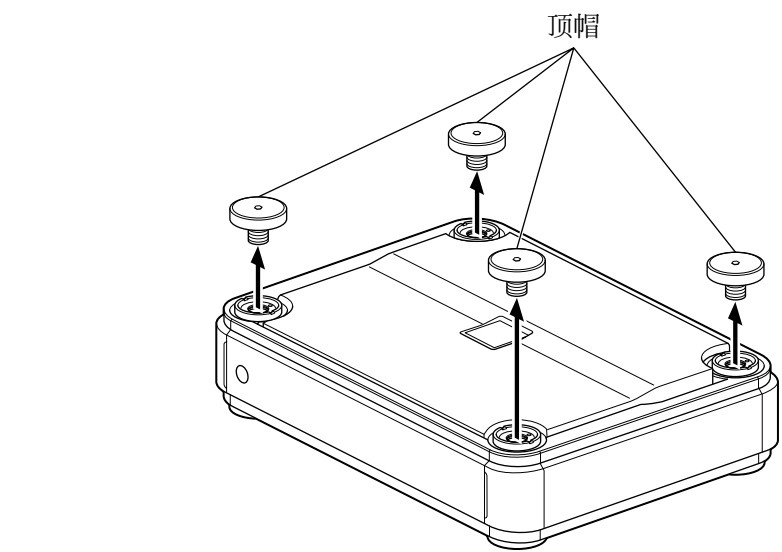
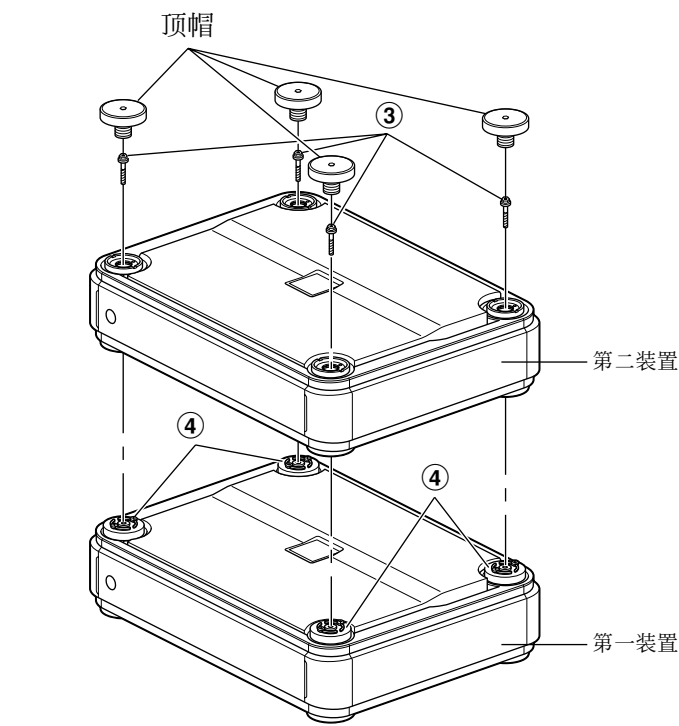

图 1
图 4
- 机械螺钉 (M4 x 36，参照左图 4 中③) 4
安装 (图 1 - 图 4)
2. 用六角扳钳（大，附带）将四个角的顶帽移出。请参考图 1。
5. 将四个机械螺钉（M4 x 36，附带）从第二装置的顶部穿过插入到下面装置的四个接合帽里，使两个装置连接在一起。请参考图 4。